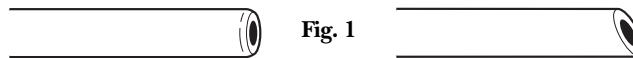

Fig. 1
- Cut the tubing (per mounting steps 3a or 3b), making sure the ends are square and clean (Fig. 1). Inspect the end of the tubing, about 1 inch, to be sure there are no imperfections. Tubing shall be round, smooth, free of nicks, cuts or flat spots. Deburr ends with a file or sandpaper if necessary. (Properly cut copper tubing will have a slight radius on the end [Fig. 1]).
- Couper le tube (voir les étapes 3a ou 3b) en faisant en sorte que les extrémités sont bien à angle droit et propres (Fig. 1). Inspecter l'extrémité du tube sur une longueur d'environ 2,5 cm (1 po) pour vérifier qu'il n'y a pas d'imperfections. Le tube doit être arrondi, lisse, sans ébréchures, coupures ou surfaces aplatis. Au besoin, égaliser les extrémités à l'aide d'une lime ou d'un papier abrasif. (Un tube de cuivre coupé adéquatement présentera un léger rayon à son extrémité [Fig. 1]).
- Corte el tubo (ver los pasos 3a o 3b), cerciórese de que los extremos estén cuadrados y limpios. (Fig. 1). Inspéccione el extremo del tubo, alrededor de 1 pulgada, para cerciorarse de que no haya imperfecciones. El tubo debe quedar redondeado, suave, libre de hendiduras, cortes o puntos planos. Lije los extremos con una lima o papel lija, si es necesario. (Un corte correcto de la tubería de cobre tendrá un radio ligero en el extremo [Fig. 1]).